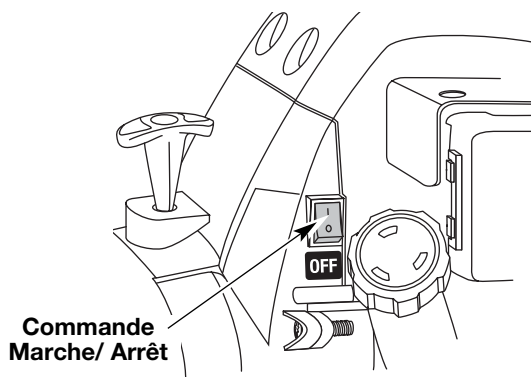

Fig. 6
3. Mettez la commande Marche/Arrêt Stop en position MARCHE (I) (Fig. 6).